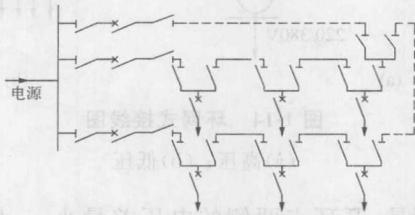

图 1-12 单电源链串树干式
(2) 单电源链串树干式。如图 1-12 所示，在由变电所引出的配电干线分别引入一个负荷点，然后再引出走向另一个负荷点，干线的进出线两侧均装设开关。该接线一般适用于二级、三级负荷。